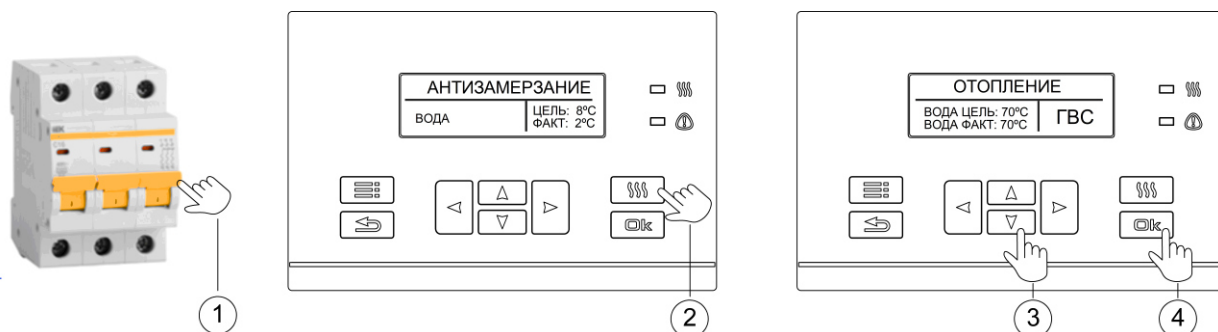

Рисунок 3. Включение и выключение прибора.
8.1 Включение и выключение прибора выполняется через внешний автоматический выключатель (см. рис. 3).